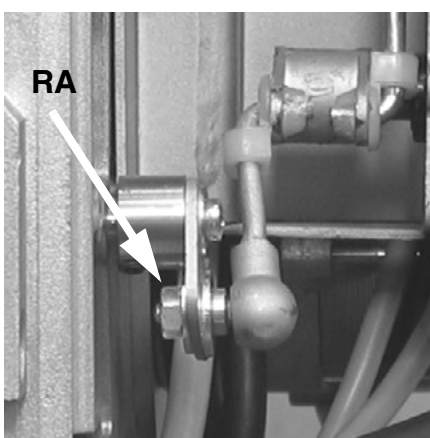
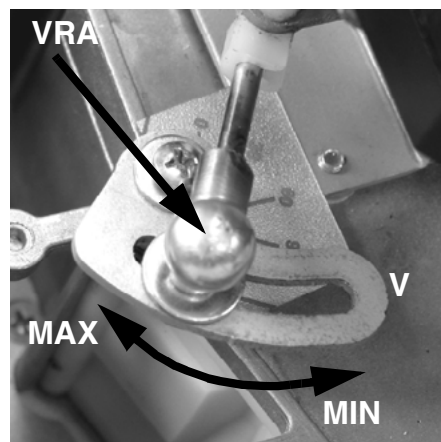

Fig. 9a
Fig. 9b
- 2 Отрегулировать расход газа на требуемое значение, воздействуя на стабилизатор давления или регулятор клапана. Для того, чтобы отрегулировать расход воздуха, расслабить гайку RA (Fig. 9a) и двигать рычажок VRA вдоль прорези, как указано на Fig. 9b, с целью увеличения или уменьшения расхода воздуха, до тех пор, пока не получите желаемый расход.